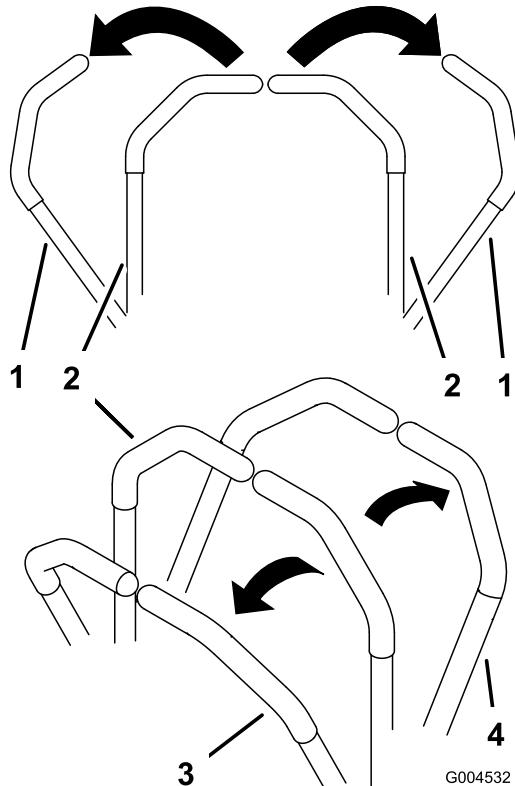

Figure 16
3. Pour vous déplacer en marche avant, poussez doucement les leviers de commande de déplacement vers l'avant (Figure 16).
Pour vous déplacer en ligne droite, appliquez une pression égale sur les deux leviers de déplacement (Figure 16).
Pour tourner, rapprochez du point mort le levier de commande correspondant à la direction que vous voulez prendre (Figure 16).
Pour tourner, relâchez le levier de commande correspondant à la direction que vous voulez prendre (Figure 16).
2. Pour vous déplacer en marche arrière, tirez doucement les leviers en arrière (Figure 16).